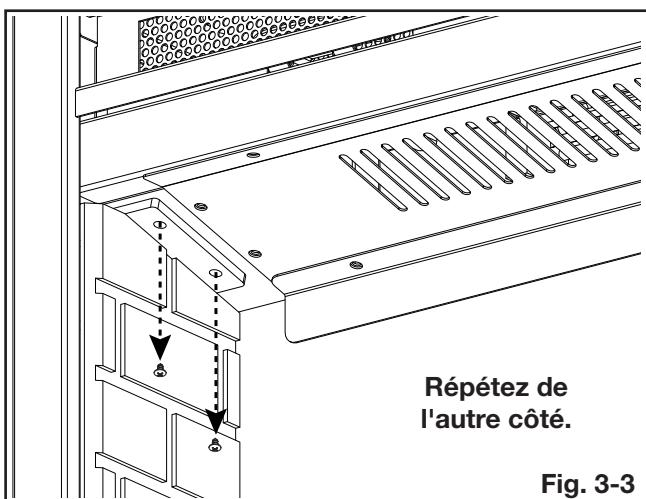
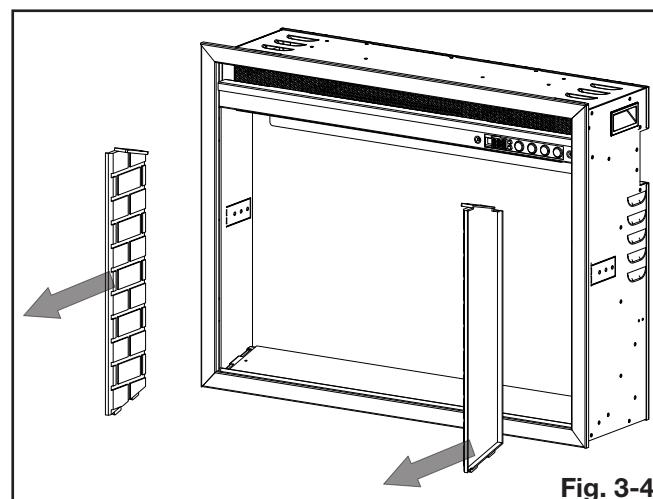

Fig. 3-3
Fig. 3-4
4. Retirez les panneaux latéraux en brique en retirant 2 vis de chaque côté (**Fig. 3-3**). Mettez les vis et les panneaux de côté (**Fig. 3-4**).